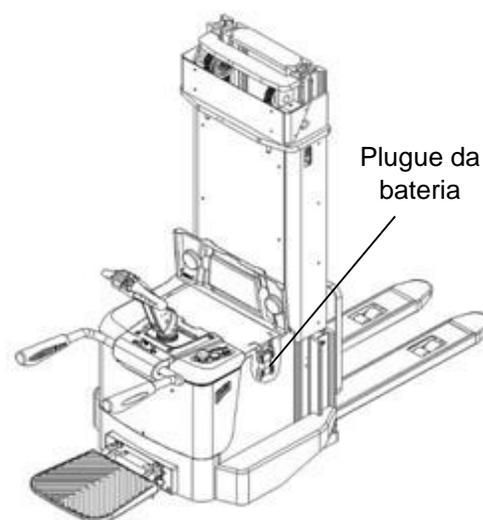

Fig. 14: recarga da bateria
Estacione a empilhadeira com segurança, desligue-a com a chave (13) e ative o botão de emergência (11). Abra a tampa da bateria e remova a dobradiça. Remova a tampa da bateria, os parafusos e a placa de fixação da bateria, retire o plugue da bateria (fig. 14) e remova as baterias com um guincho. A instalação deve ser na ordem reversa da remoção. Conecte os terminais positivos primeiro. Caso contrário a empilhadeira pode ficar danificada.